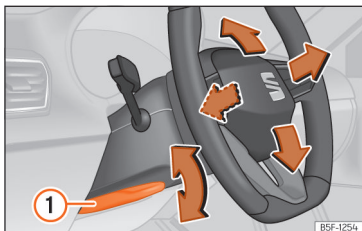

Abb. 65 Hebel auf der linken unteren Seite der Lenksäule.
- Hebel >>> **[Abb. 65] 1** nach unten schwenken, Lenkrad in die gewünschte Position bringen und Hebel wieder bis zum Schließpunkt nach oben drücken.
- Den Hebel >>> **[Abb. 65] 1** nach dem Einstellen immer fest nach oben schwenken, damit das Lenkrad während der Fahrt nicht unbeabsichtigt seine Position verändert.